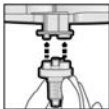

Fig. 2
3. Placer l'un des embouts mélangeurs Dynamix fournis sur les orifices de sortie de la cartouche (fig. 2).